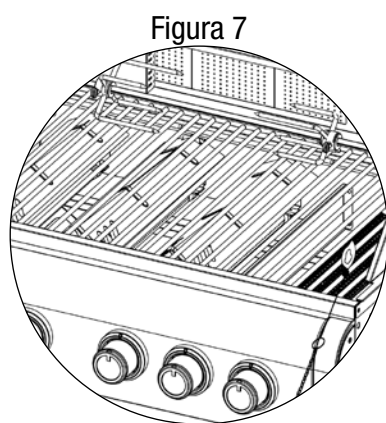

Figura 7
8. En caso de que el encendedor no encienda el quemador, use una cerilla encendida colocada en la vara de encendido que se acompaña para encender los quemadores manualmente. Acerque la llama de la cerilla al lado del quemador (vea Figura 7).
- (a) **PROPANO (PL):** Coloque la válvula del tanque de gas propano líquido en posición "CLOSED" (cerrado).
- (b) **GAS NATURAL (GN):** Cierre la válvula de la línea principal de gas natural.